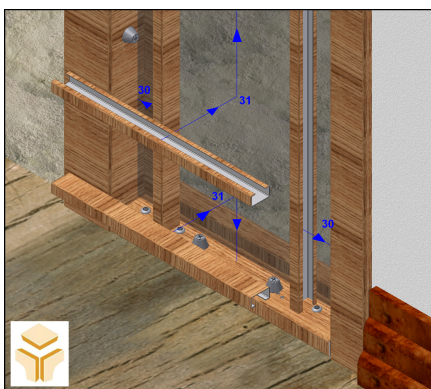

Fig. 4.4.2 – Fixação do vidro (colocação dos bits de aperto do vidro)
No final coloque os bits de fixação, “clipando-os” sobre as “porcas”, verificando ao mesmo tempo se os mesmos encostam perfeitamente ao vidro. Deverá instalar em primeiro lugar os bits mais compridos (30) (31) (ver fig. 4.4.2).